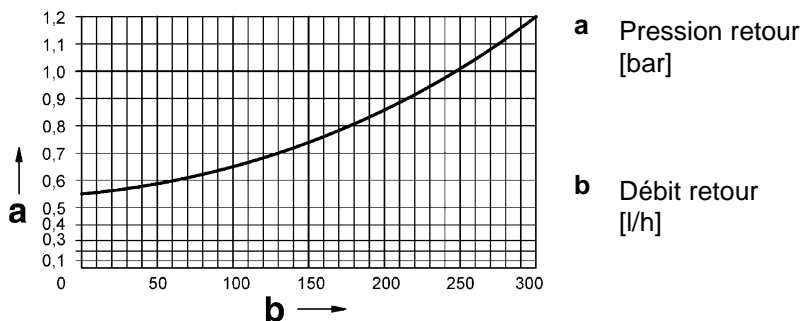

Figure 1 : diagramme
- La pompe du brûleur doit posséder des capacités de tenue en pression suffisantes pour le circuit de retour, voir figure 1.